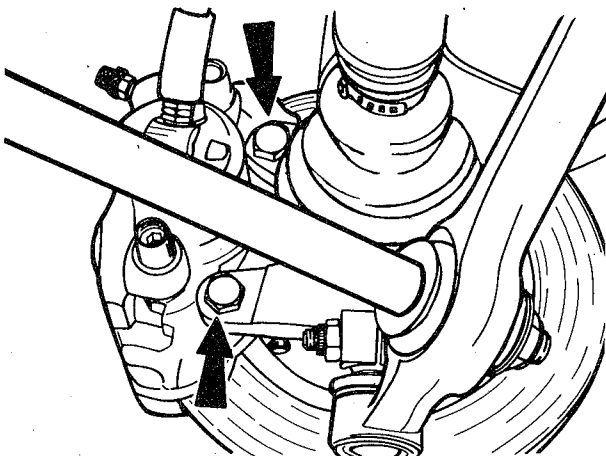

fig. 21
9. Remover os dois parafusos de fixação do cilindro do freio ao suporte da ponta de eixo (fig. 21)